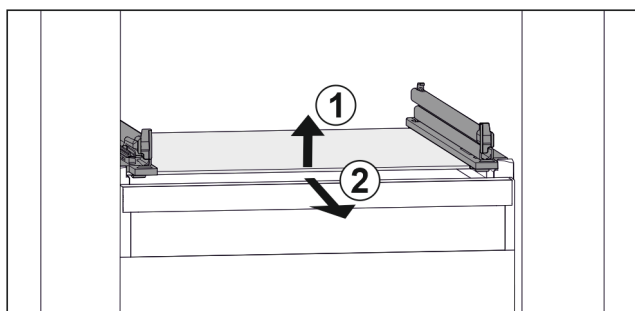

Fig. 112 Exemple de représentation de la tablette en verre
- ▶ Soulever la tablette en verre par l'avant. Fig. 112 (1)
- ▶ Retirer la tablette en verre par l'avant. Fig. 112 (2)